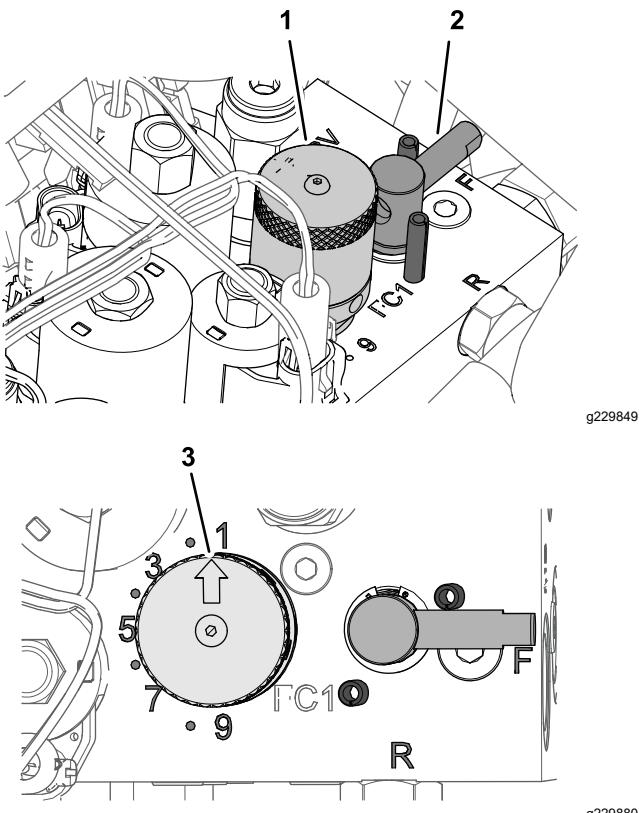

Bild 54
5. Stellen Sie die Spindeldrehzahl durch Drehen des Bedienelement-Handrads für die Spindeldrehzahl (Bild 54) ein, bis der Anzeigepfeil auf die Nummer zeigen, die Sie in Schritt 3 festgelegt haben.